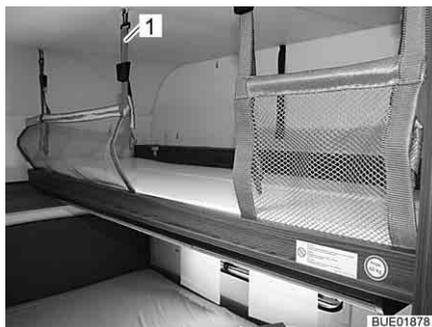

Fig. 90 Armoire-lit pliant avec filet de sécurité tendu
- Suspending les sangles de sécurité (Fig. 90,1) aux crochets situés au plafond.